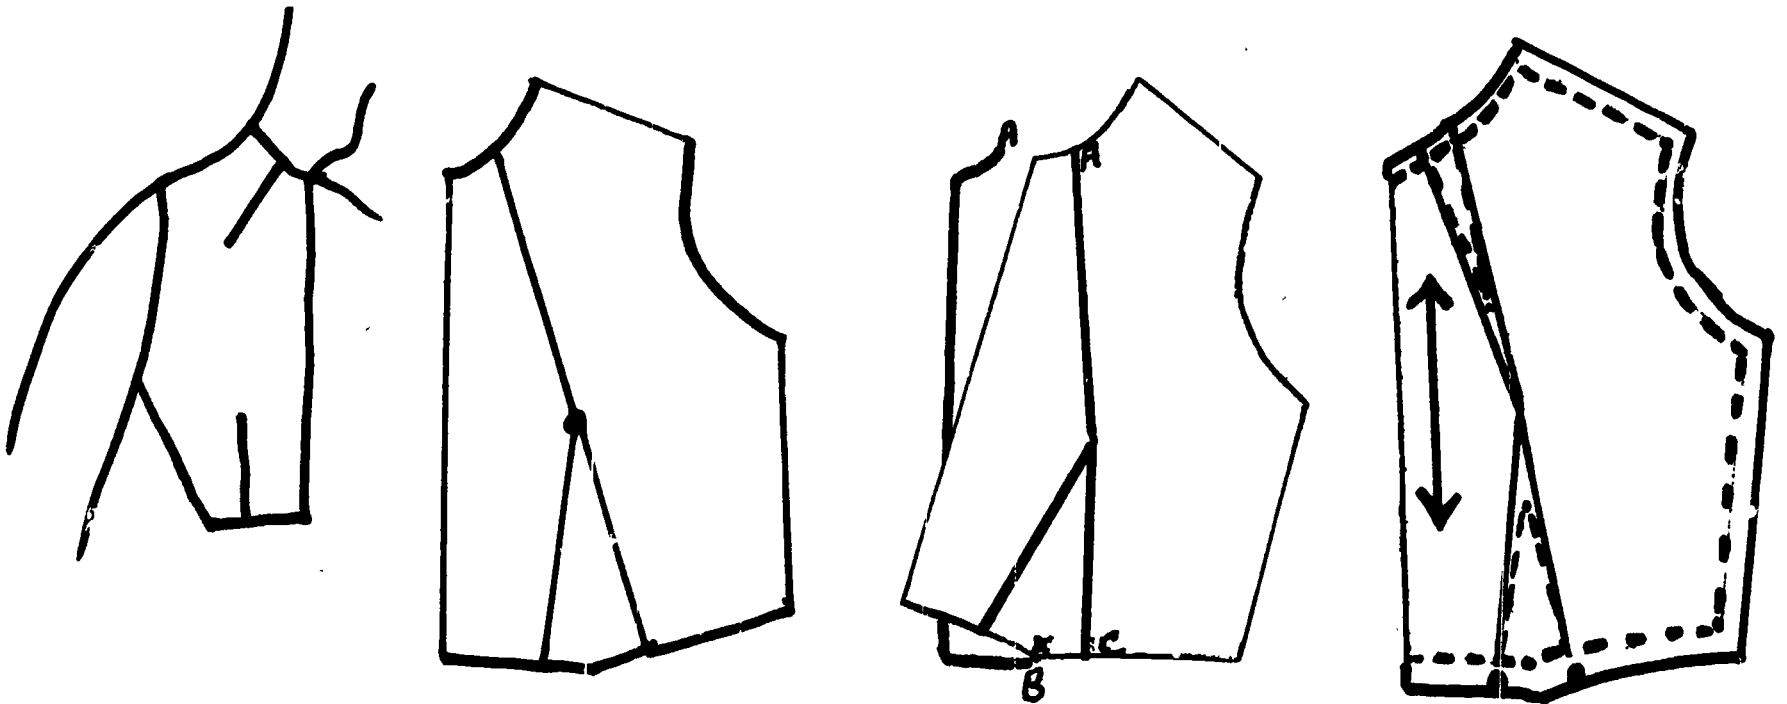

Fig. 97
- a. waist and neck (Fig. 97).